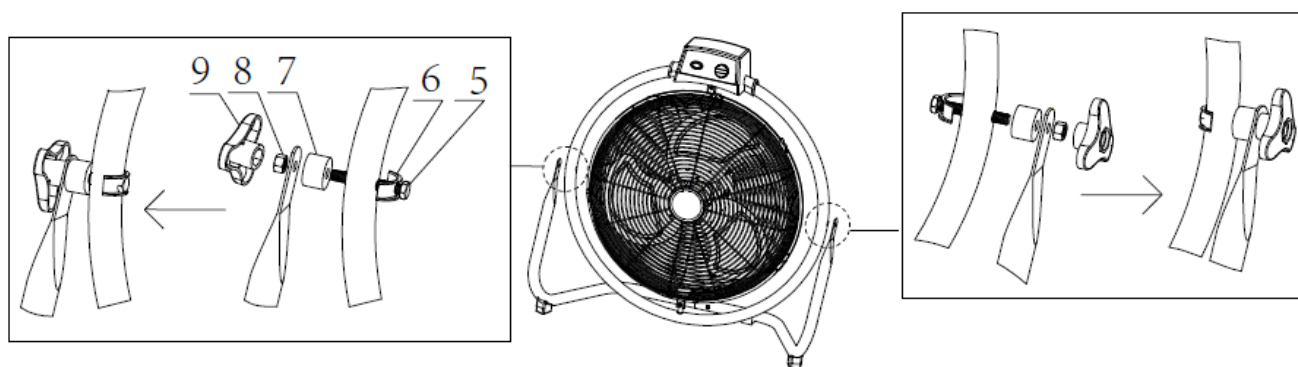

Bild 2
Leta upp skruvhålet på vänster sida av det cirkulära fästet. Fixera det cirkulära fästet och vänster stödfäste med den långa skruven (5), statorn av U-typ (6), stötskyddet (7) och muttern (8). Du kan enkelt vrida muttern med mutterhållaren (9). Följ den installationsordning som visas på bild 2.